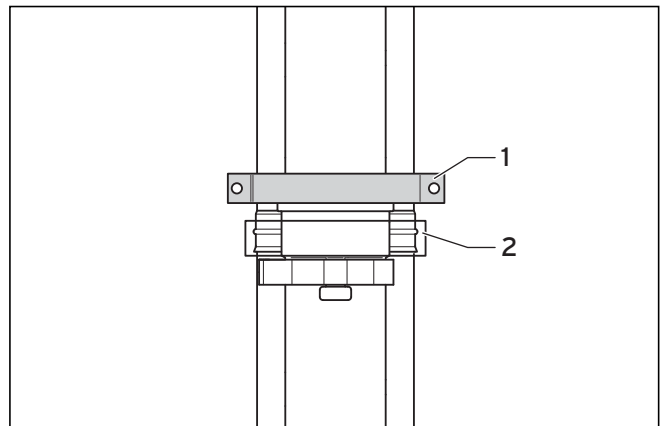

Fig. 6.29 Prolunga accorciabile con supporto alla parete esterna
- Montare direttamente sopra la prolunga accorciabile un supporto a muro aggiuntivo (1), come illustrato alla fig. 6.29.